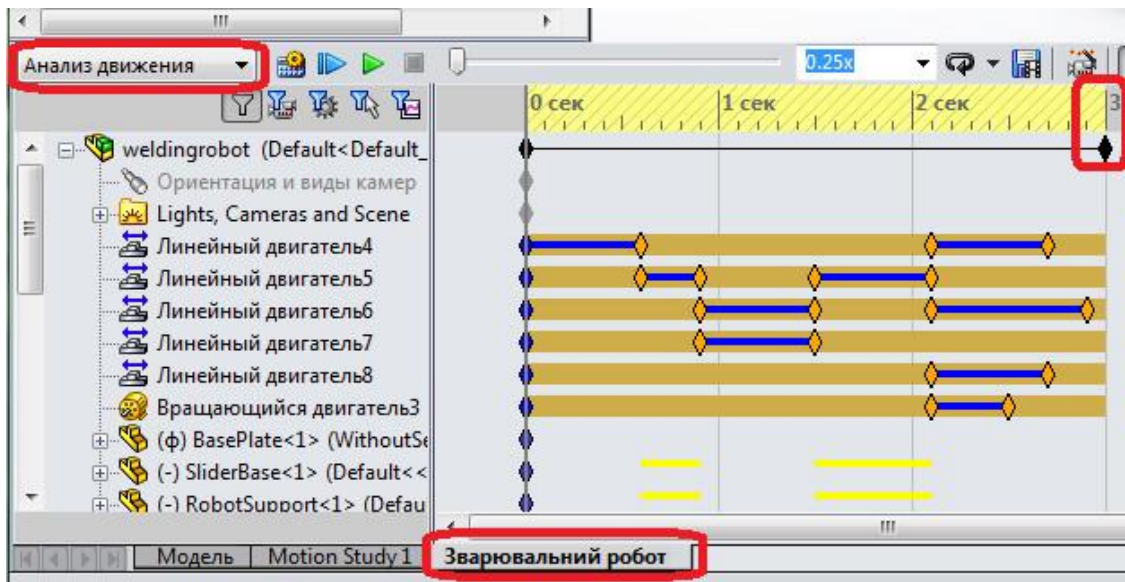

Рис. 4. Налаштування дослідження
**2.3. Встановити час дослідження 3 секунди.** Оцінюємо в першому наближенні тривалість процесу як 3 с, для чого встановлюємо ключову точку на шкалі часу в відповідне положення (див. рис. 4)